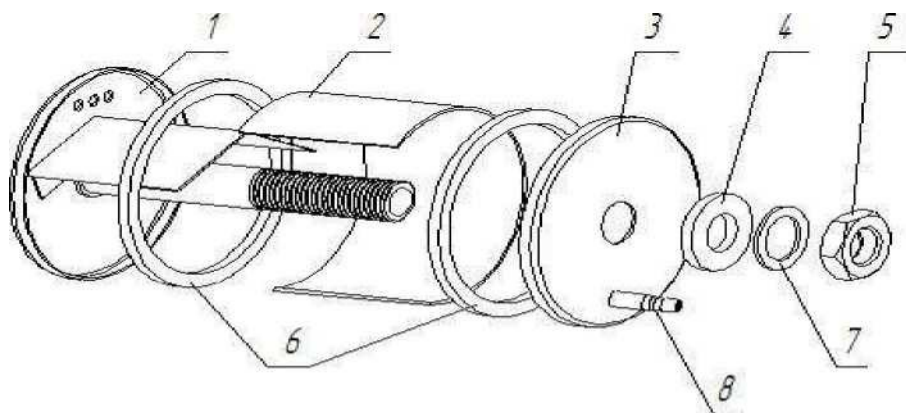

Рис. 17 Устройство глушителя
- открутите гайку глушителя поз. 5 (рис. 17);
- произведите сборку в обратной последовательности в соответствии с рис. 17 (3 отверстия выпускных вверх, масляный штуцер вниз), гайку глушителя 5 затянуть «от руки». Заверните глушитель, затяните контргайку. При установке глушителя на агрегат, штуцер должен находиться в нижней точке.